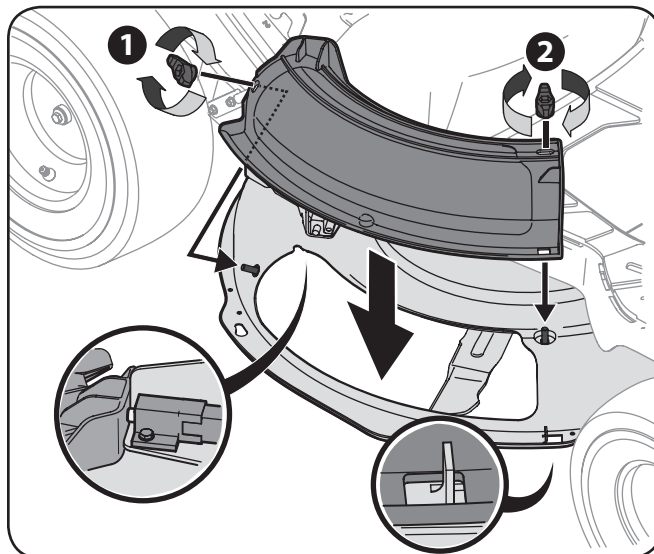

Figure 3-9
2. Installez le bouchon de déchetage sur l'ouverture du plateau de coupe. Introduisez les goujons sur la surface du plateau dans les trous sur la partie supérieure du bouchon de déchetage. Introduisez la petite encoche sur le rebord du plateau dans le trou carré sur la partie inférieure du bouchon de déchetage. Voir Figure 3-9.